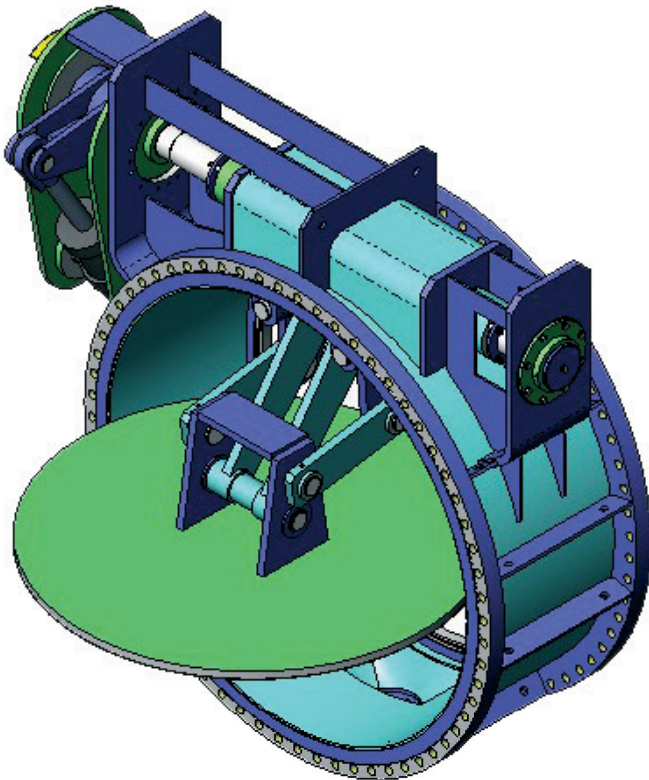

Fig. 2
- Los más habituales en este tipo de mariposas dâmpner son los de un  $\frac{1}{4}$  de vuelta (fig. 2). Estos se montan directamente sobre el eje de accionamiento.